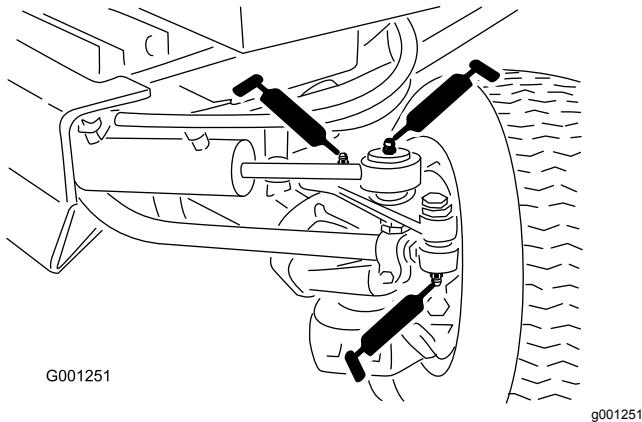

Bild 41
- Spurstangenenden (2) (Bild 41)
- Zylinderstangenenden (2) Bild 41
- Lenkgelenke (2) (Bild 41)
- Achsenlagerbolzen (Bild 41)